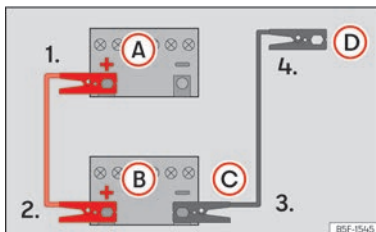
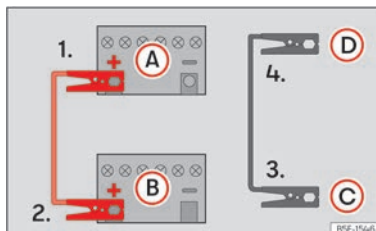

Abb. 193 Anschlussplan für Fahrzeuge ohne Start-Stopp-System.
Abb. 194 Anschlussplan für Fahrzeuge mit Start-Stopp-System.
Starthilfekabel nur in folgender Reihenfolge anklemmen 1 > 2 > 3 > 4 >>> (Abb. 193), >>> (Abb. 194).
2. Klemmen Sie ein Ende des roten Starthilfekabels an den Pluspol + des Fahrzeugs mit der entladenen Fahrzeugbatterie (A).
3. Klemmen Sie das andere Ende des roten Starthilfekabels an den Pluspol + des stromgebenden Fahrzeugs (B).
4. Fahrzeuge ohne Start-Stopp-System: Klemmen Sie ein Ende des schwarzen Starthilfekabels (C) an den Minuspol – des stromgebenden Fahrzeugs >>> (Abb. 193) an.
Fahrzeuge mit Start-Stopp-System: Klemmen Sie ein Ende des schwarzen Starthilfekabels (C) an einen geeigneten Masseanschluss, ein massives, fest mit dem Motorblock verschraubtes Metallteil oder an den Motorblock selbst >>> (Abb. 194).
5. Klemmen Sie das andere Ende des schwarzen Starthilfekabels (D) im Fahrzeug mit der entladenen Batterie an einen geeigneten Masseanschluss, an ein mit dem Mo-